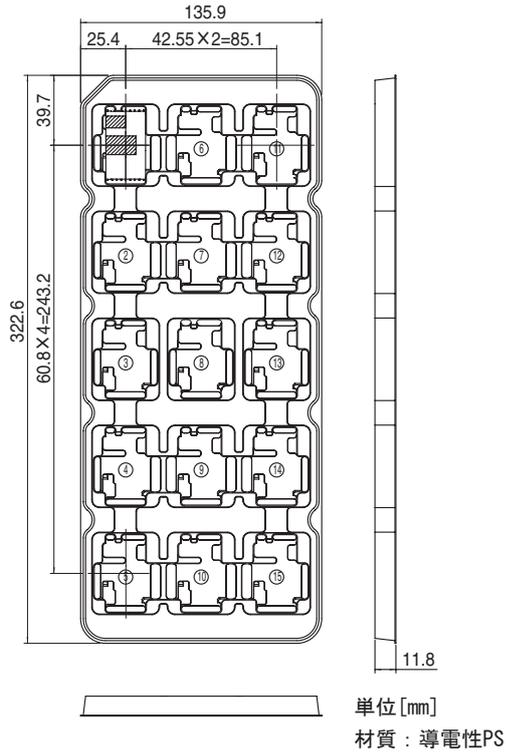
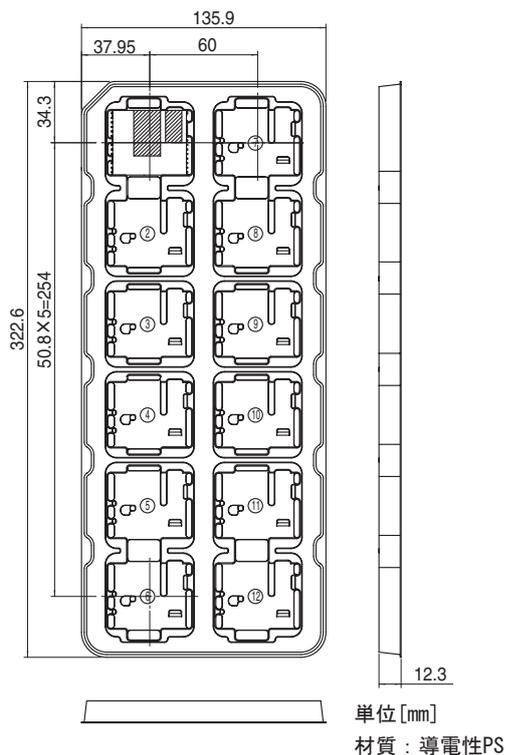

図9.1 梱包形態（SFLS10/SFLS15）
図9.2 梱包形態（SFLS30）
- 梱包形態（トレイ）は、図9.1、図9.2を参照ください。